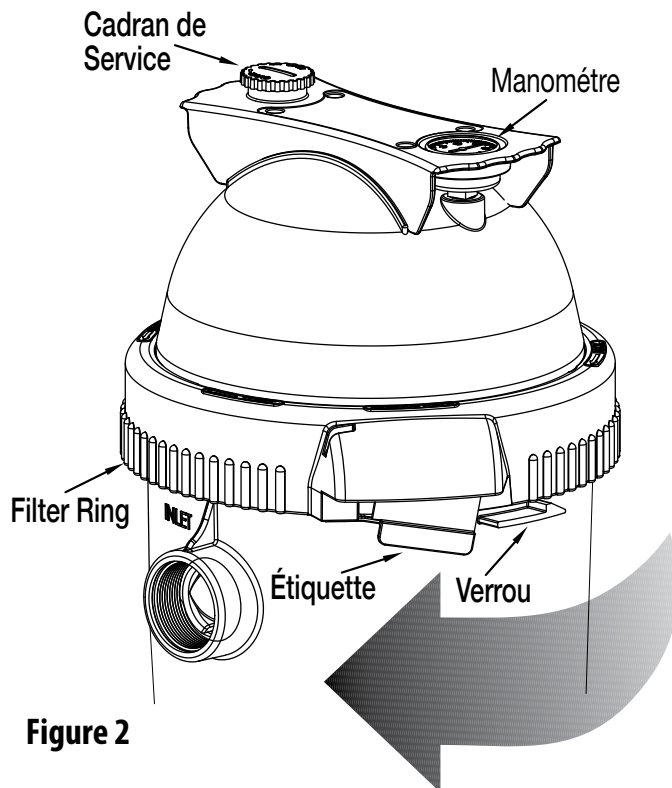

Figure 2
1. Verrouiller en toute sécurité en place la bague Pro-Clean Ring en la tournant à DROITE, jusqu'à ce que l'on entende un «déclic», au-delà du verrou de sécurité (se reporter à la Figure 2). Arrêter de tourner la bague dès que l'on entend un déclic au-delà du verrou. Il se peut que
2. Poser le manomètre et le purgeur d'air sur le couvercle du corps du filtre (se reporter à la Figure 2).